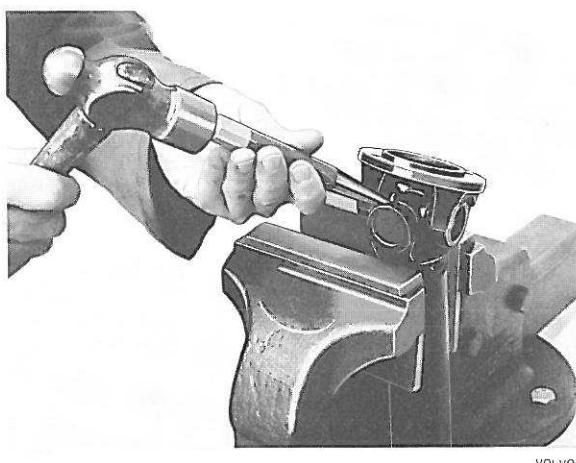

Figure 11. Extraction des retenues, I
2. Poser l'arbre de transmission verticalement dans l'étau comme indiqué sur la figure 11.
3. Sortir l'une des bagues de retenue d'environ 5 mm de la fourche de l'arbre de transmission en frappant sur le croisillon avec un marteau et un mandrin de laiton ou un tournevis plat, (figure 11).